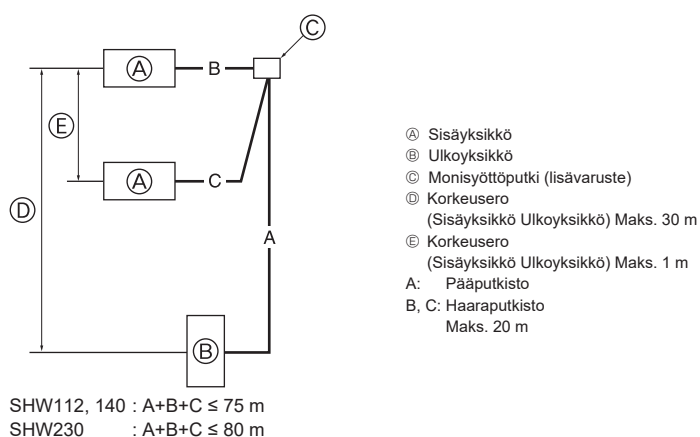

Fig. 4-9
4.7. Kaksin-/kolmin-/nelinkertaiselle yhdistelmälle (Fig. 4-9) (vain ilmastointilaitteille)